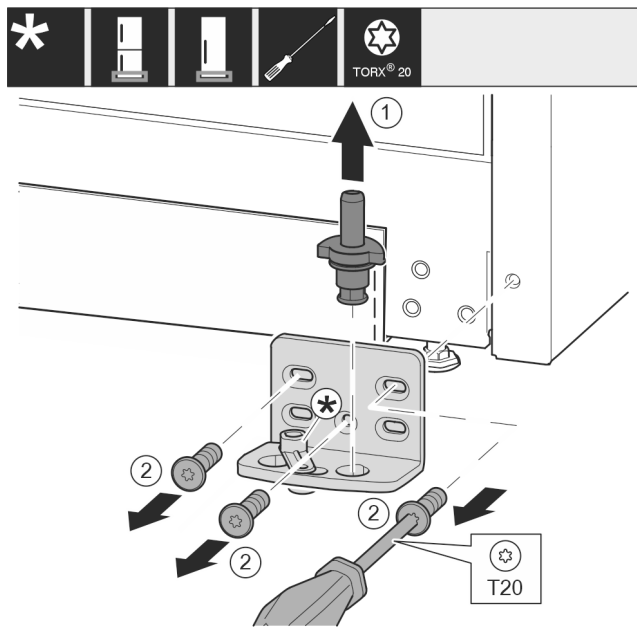

Fig. 12
- ▶ Ležajni sornik Fig. 12 (1) v celoti izvlecite v smeri navzgor.
- ▶ Odvijte vijake Fig. 12 (2) z izvijačem in snemite ležajni podstavek.